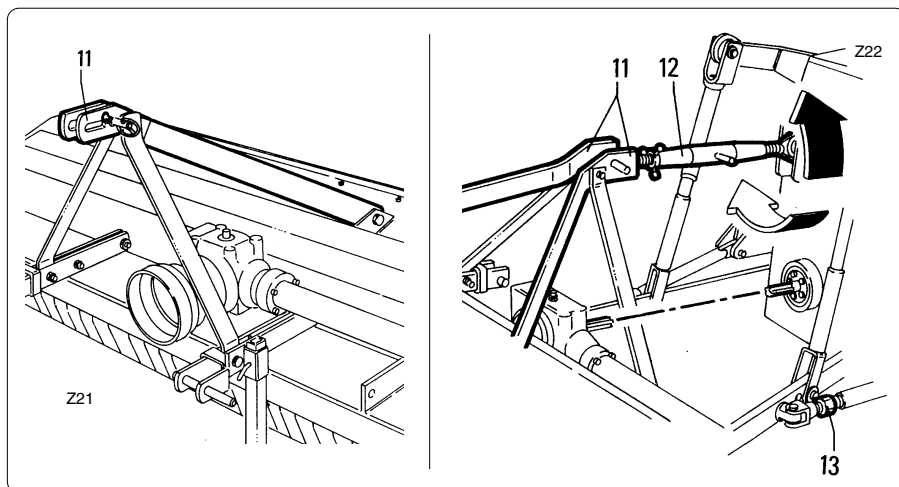

fig. 4.1.2
- Den Oberlenker "12" Abb. 4.1.2 des Dreipunktbocks "11" befestigen und so einstellen, daß die Zapfwelle der Arbeitsmaschine parallel zum Boden steht.